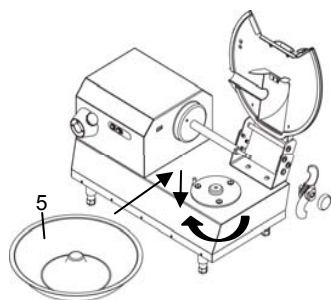

Рис. 6.3.8
- Вставить ванну "5" Рис. 6.3.8 на плоские направляющие